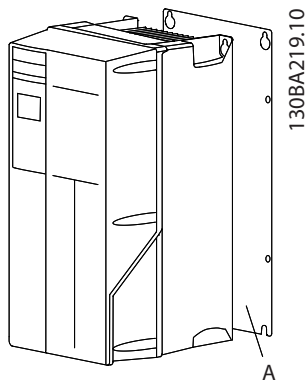
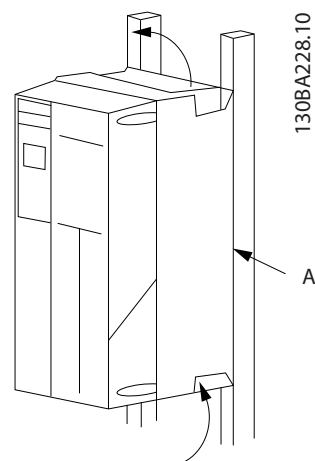

図 2.2 背板への適切な取り付け
図 2.3 レールによる適切な取り付け
- ユニットの安定した平面または背板に取り付け、冷却気流を維持します(図 2.2および図 2.3を参照してください)。